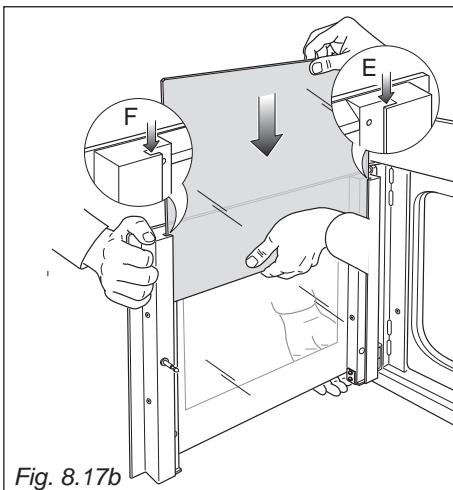
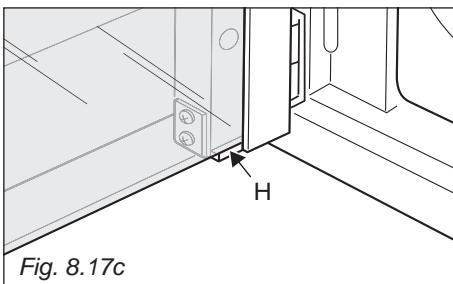

Fig. 8.17b
Fig. 8.17c
- Entretemps qu'une personne saisit solidement la porte du four, une autre personne doit insérer la vitre dans les rails de guidage gauche "E", et droit, "F" (fig. 8.17b), et faites-la glisser en douceur jusqu'aux butées "H" (fig. 8.17c). Un reassemblage forcé de verre pourrait causer des dommages aux charnières de la porte.